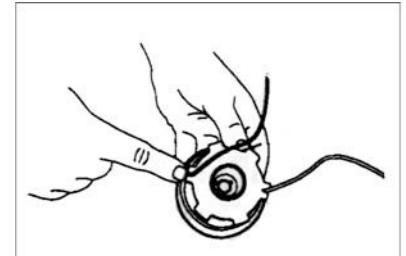

Рис. 16.
3. Вставьте каждый конец лески в соответствующий фиксирующий паз шпульки (**см. рис. 16**).